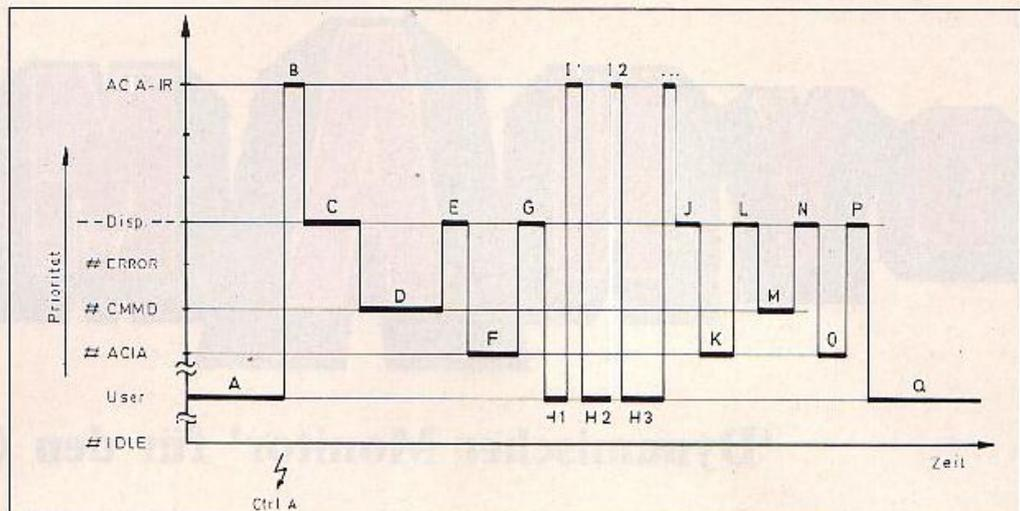

Bild 1. Das Einloggen — ein ständiges Hin und Her
Diesen Vorgang wollen wir nun zur Vertiefung der erläuterten Philosophie genau analysieren. Wie in Bild 1 zu sehen, läuft bis zum Zeitpunkt des Einloggens irgendeine Usertask (Abschnitt A). Auf einen Tastendruck hin springt der Prozessor in die ACIA-Interrupt-Routine (B). Ist das Zeichen ein Ctrl-A, löscht die Interrupt-Routine das Blockierbit der Task #CMMMD. Sie kehrt aber wegen des durch sie verursachten Dispatcher-Alarms nicht an die Unterbrechungsstelle zurück, sondern springt in den Dispat-